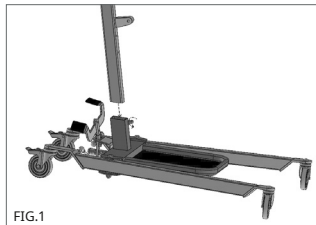

FIG.1
1. Deșurubați șurubul de la baza coloanei. (Fig. 1)
2. Montați coloana în cavitatea prevăzută a bazei. Montați șurubul care blochează coloana pe bază și înșurubați-l bine. (Fig. 1)